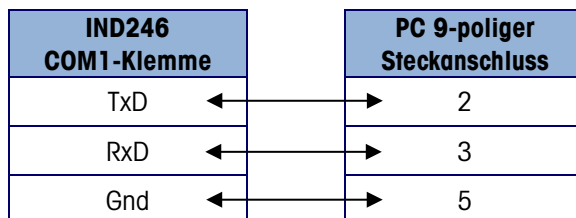

Abbildung 5-16: Verdrahtung des seriellen Kabels
5. Führen Sie ein serielles Kabel, das wie in Abbildung 5-16 dargestellt konfiguriert wurde, vom PC zum Terminal.